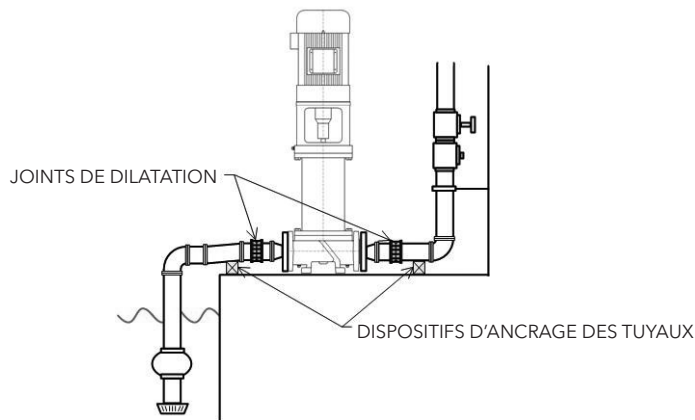

Figure 6 — Position des joints de dilatation
4. Pour les liquides chauds, prévenir les contraintes et le désalignement dus à la dilatation linéaire des tuyaux : des joints ou des lyres (boucles) de dilatation sont recommandés sur les tuyaux d'aspiration et de refoulement, aux endroits indiqués dans la fig. 6.